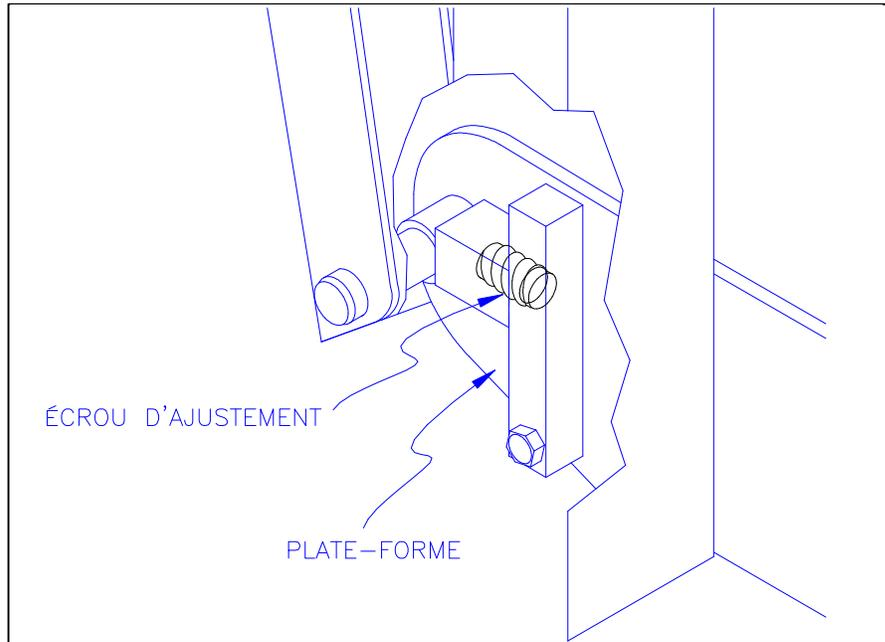

FIGURE 2-19: VIS D'AJUSTEMENT DE L'ANGLE
- b. Référez à la **Figure 2-19**. Ajustez les vis d'ajustement de la plate-forme pour obtenir une pente de 0 degrés. Tournez les vis d'ajustement dans le sens des aiguilles d'une montre pour monter la partie avant de la plate-forme, ou contre le sens des aiguilles d'une montre pour la baisser .